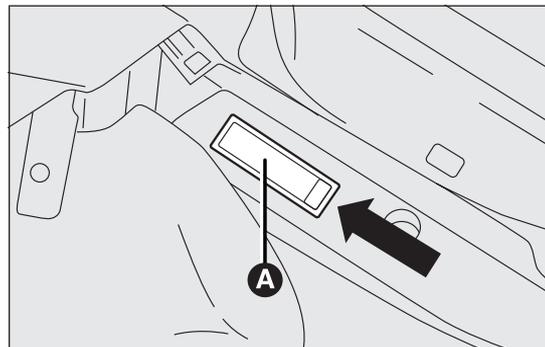

fig. 144
- à l'aide du tournevis fourni, extraire le plafonnier A fig. 144 en agissant sur le point indiqué par la flèche ;